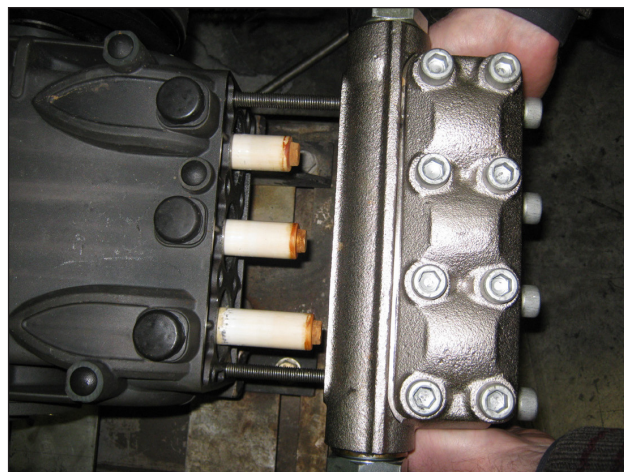

Fig. 30
- Lubrificare i componenti ②③⑤ con grasso al silicone Tipo OCILIS cod. 12001600; tale operazione è ritenuta necessaria anche per facilitare l'assestamento del labbro delle tenute sul pistone.
- Utilizzando due viti - spina di servizio (cod. 27726000) fissate al carter come indicato in (Fig. 30), posizionare la testata completa, assicurarsi che sia centrata solo sul pistone centrale.